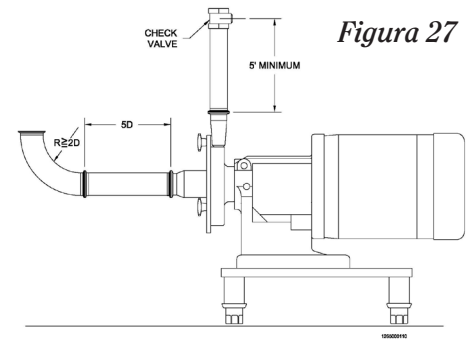

Figura 27
- Evite cotovelos na linha de sucção, se possível. Quando necessário, estes devem estar localizados a distância de 5 diâmetros da tubulação de entrada e ter um raio de curvatura maior do que a distância de 2 diâmetros da tubulação (Figura 27).
- Válvulas de retenção devem ser instaladas a uma distância mínima de 1,5 metros (5 pés) do bocal de descarga da bomba (Figura 27).